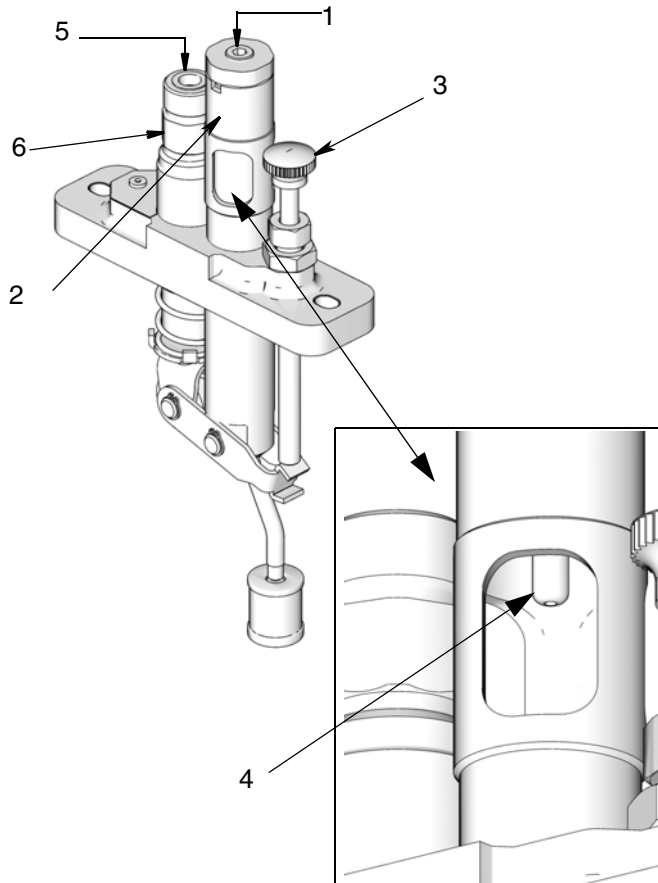

FIG. 4
Modelli alimentati ad aspirazione (FIG. 4)
1. Rimuovere e gettare il tappo del pozzetto visivo (1) e il tappo di uscita (5).
2. Riempire completamente il pozzetto visivo (2) di olio adeguatamente filtrato.
3. Azionare il gruppo di adescamento manuale (3) finché il livello dell'olio non scende al di sotto dell'estremità del flessibile di gocciolamento (4) (FIG. 4).
5. Collegare la linea di riempimento al pozzetto visivo (2), facendo attenzione a evitare che il sigillante per filettature entri nel pozzetto visivo.
8. Continuare l'adescamento manuale finché l'olio che fuoriesce dall'uscita (6) non è privo d'aria.